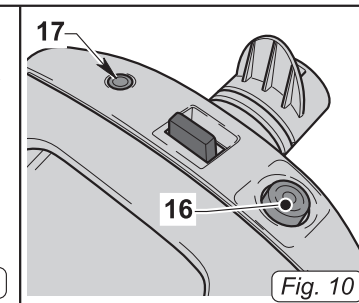

Fig. 10
- Appuyer sur l'interrupteur (16 Fig. 10) qui s'éclaire, pour démarrer l'appareil.
- Si le voyant de la lampe (17 Fig. 10) s'allume, cela indique que le sachet en papier est plein et doit être remplacé.
- Appuyer sur l'interrupteur (16 Fig. 10) pour éteindre l'appareil.